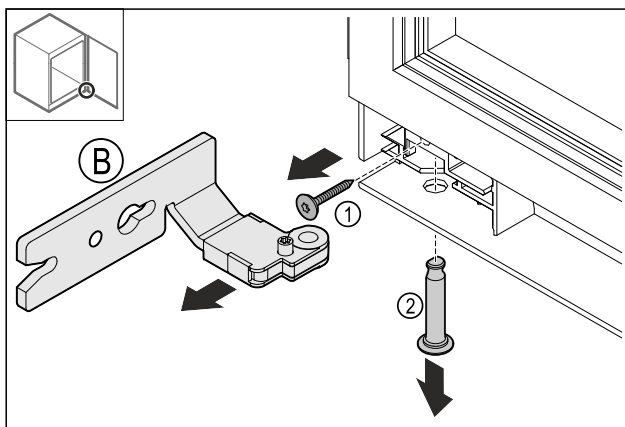

Fig. 15
- ▶ Távolítsa el a Fig. 15 (B) zsanért.
- ▶ Távolítsa el a Fig. 15 (1) csavart.
- ▶ Távolítsa el a Fig. 15 (2) csapot.